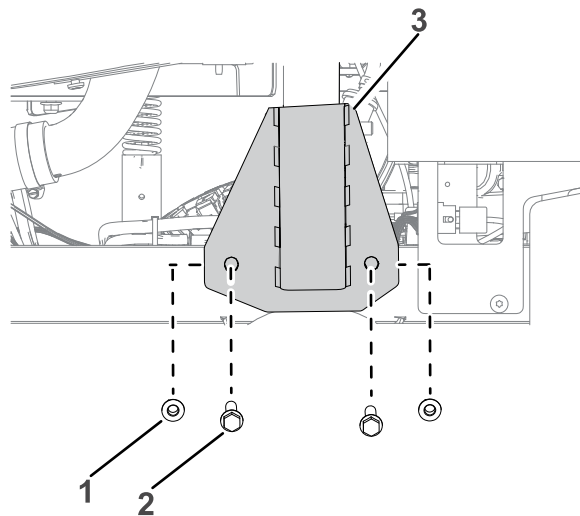

Bild 5
- Montieren Sie die Halterungen des Überrollschutzes über der Achse am Maschinenrahmen, wie in **Bild 5** dargestellt. Wiederholen Sie den Vorgang auf der anderen Seite.